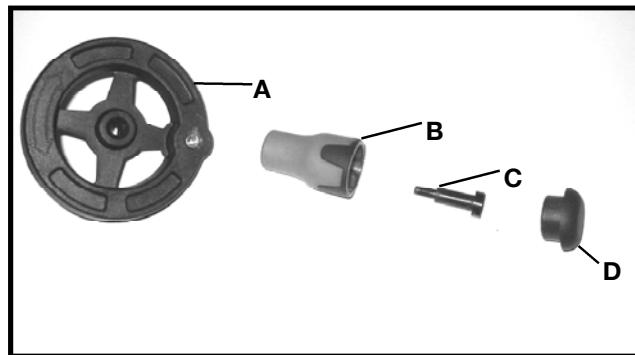

Fig. 5
1. Inserte el tornillo especial (C) a través del mango (B), Fig. 5, y ensamble el mango al volante (A) enroscando el tornillo en el sentido de las agujas del reloj en el volante. A continuación, presione la cubierta del mango (D).